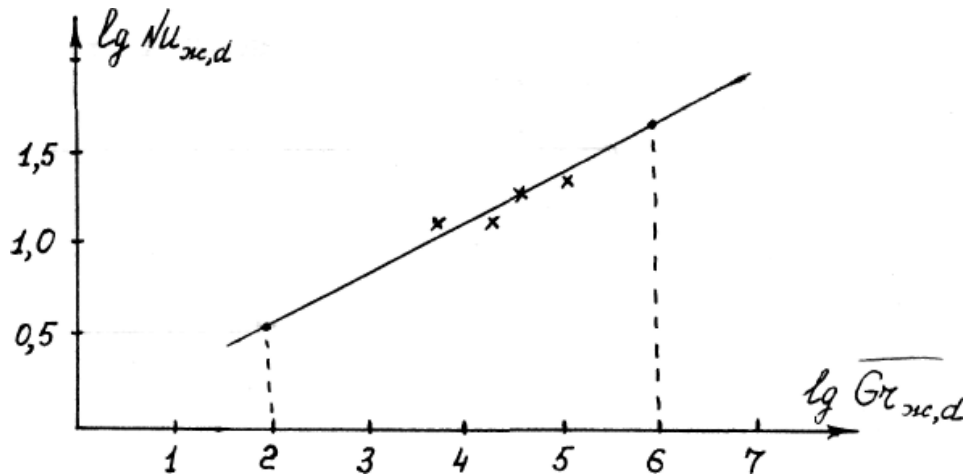

Рис. 2. Зависимость $\lg Nu_{ж,\alpha} = f(\lg Gr_{ж,\alpha})$
6. По уравнению (2) построить теоретическую прямую зависимости $\lg Nu_{ж,\alpha} = f(\lg Gr_{ж,\alpha})$ (рис.2), задаваясь двумя значениями критерия Грасгофа. Рекомендуется принять $Gr_{1ж,\alpha} = 100$ и $Gr_{2ж,\alpha} = 10^6$. На полученный график нанести опытные точки, взятые из табл. 3. Сравнить теоретические и экспериментальные данные.